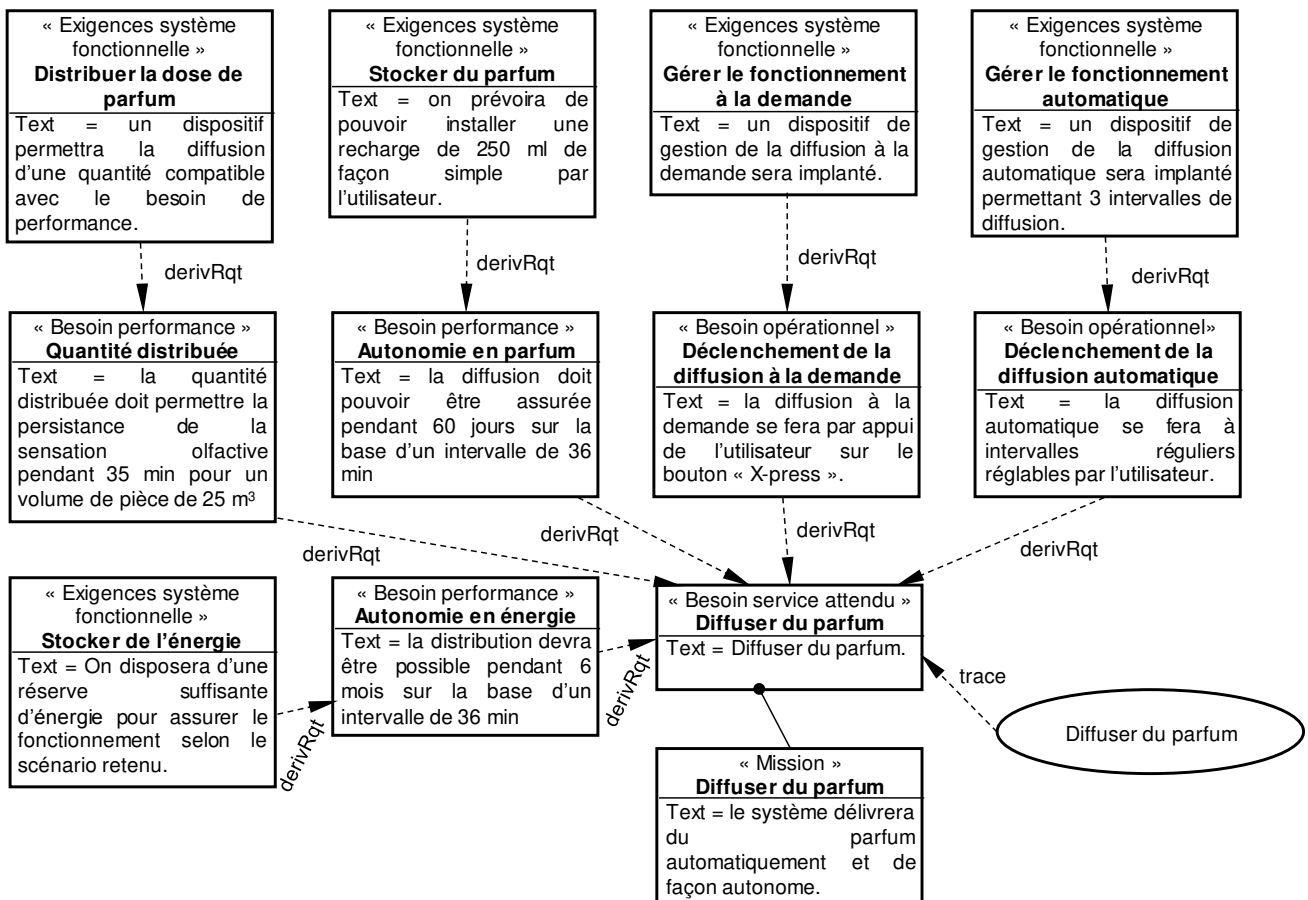

Figure 2.a : diagramme des exigences fonctionnelles
**Question 2.1** À partir de la figure 2.a, **donner** l'autonomie en parfum d'une cartouche.